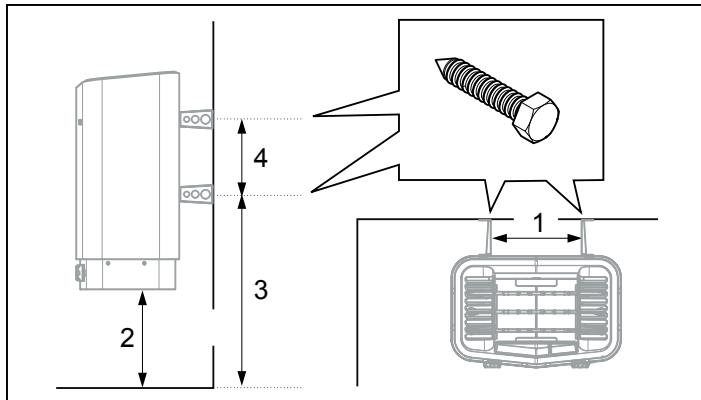

Fig 12: Måtsättning
7. Placera konsolskruvorna enligt måtsättning se Fig 12.